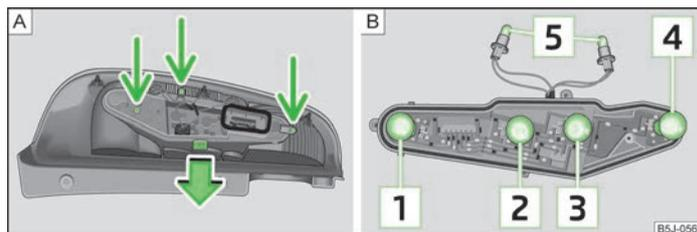

Fig. 152 Desmontaje de la parte central de la luz/asignación de bombillas
Asignación de bombillas en la luz posterior » fig. 152.
- Para alcanzar las bombillas, desenroscar la parte central de la lámpara y presionar el enclavamiento » fig. 152 - **A**.
- Extraer la bombilla defectuosa **1**, **2**, **3** o **4** » fig. 152 del portalámparas e introducir una bombilla nueva.